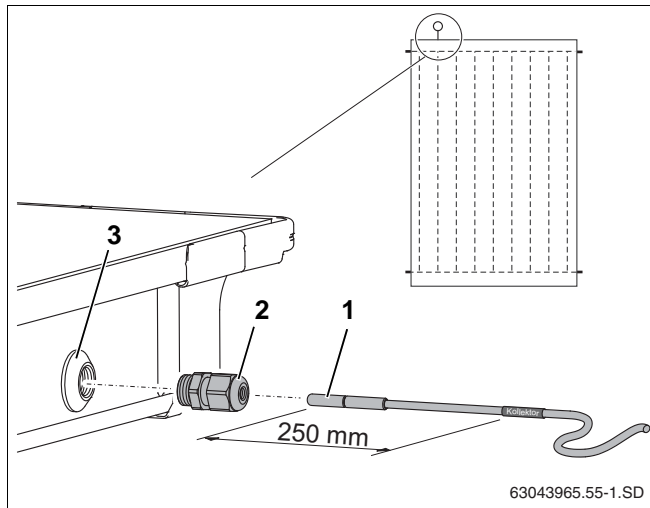

Fig. 54 Solfangerføleren skubbes ind i solfangeren
For at solvarmeanlægget kan fungere perfekt er det nødvendigt, at solfangerføleren (fig. 54, **pos. 1**) skubbes ind i følerens lederør indtil anslag (svarende til ca. 250 mm).
- Gennembryd tætningslaget til gennemføringen med solfangerføleren eller en skruetrækker (fig. 54, **pos. 3**).
- Skru klemforskrningen (fig. 54, **pos. 2**) ind i følerens gennemføring.
- Stram klemforskrningen (fig. 54, **pos. 2**), og hold evt. imod.
Hvis du har gennembrudt følergennemføringen (fig. 54, **pos. 3**) for en forkert solfanger, skal den tætnes med proppen fra tilslutningssættet. Ved hjælp af kabelforskrningen (fig. 54, **pos. 2**) skal du dog først fjerne møtrikken, som befinder sig i følergennemføringen.